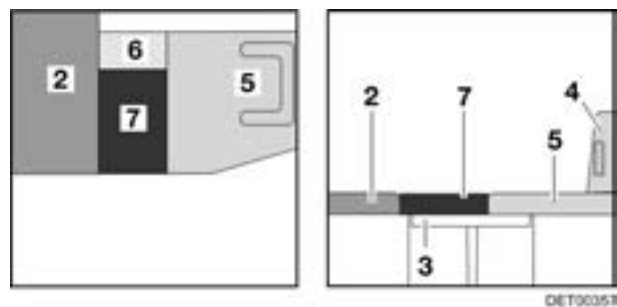

Bild 100 Nach dem Umbau
- Die Zusatzpolster (Bild 100,6 und 7) auf den Tisch legen.
- Das Zusatzpolster (Bild 100,5) auf den Fahrersitz legen.
- Den Fahrersitz (Bild 100,4) gegebenenfalls wieder nach hinten schieben.
- ▷ Bei einigen Modellen sind die Zusatzpolster (Bild 100,6 und 7) durch ein einziges Zusatzpolster ersetzt.